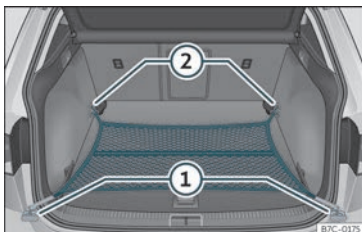

Fig. 117 Na bagageira: saco de rede fixado rente ao piso.
- Fixe os ganchos da rede nas argolas de fixação ① e ②»»» Fig. 117 »»» . O fecho de correr do saco deve ficar voltado para cima.